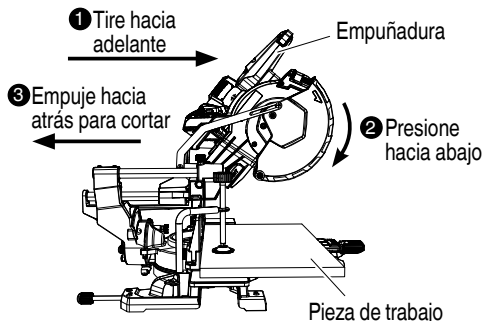

Fig. 32
A continuación, presione hacia abajo la empuñadura y deslice la hoja de sierra hacia atrás para cortar la pieza de trabajo como se indica en la Fig. 32. Esto facilitará el corte de piezas de trabajo de hasta 3-1/2" (89 mm) de altura y 11-1/2" (292 mm) de anchura.
- Para el corte deslizante, siga los procedimientos indicados en la Fig. 32 anterior. El corte deslizante hacia adelante (hacia el operador) es muy peligroso porque la hoja de sierra puede salir despedida de la pieza de trabajo. Por lo tanto, deslice siempre la empuñadura alejándola de usted mismo.